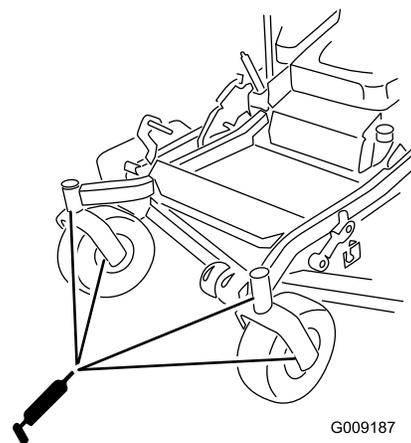

Figure 43
10. Remettez le bouchon hexagonal et le capuchon antipoussière en place (Figure 43).